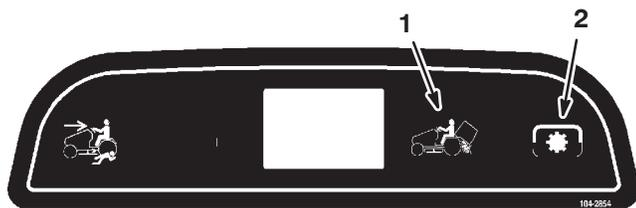

Figura 5
**Nota:** La spia del comando delle lame (PDF), sulla plancia, si accende quando innestate le lame (PDF), come illustrato nella Figura 5.